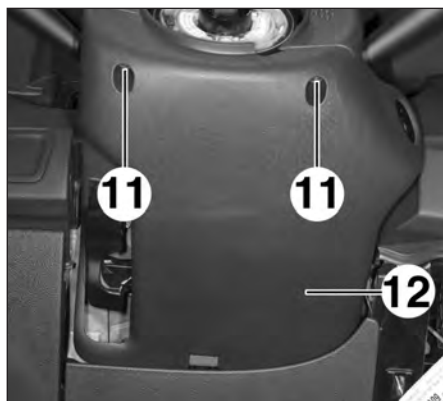
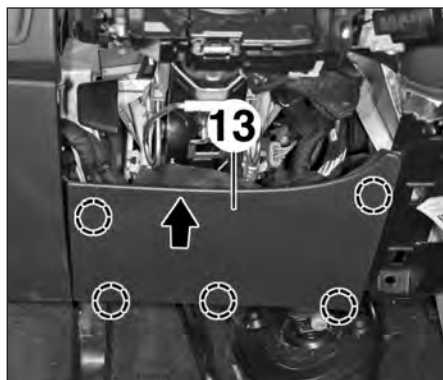

FIG.20
FIG.21
- les vis (11) de la garniture inférieure (12) de la colonne de direction (Fig.20),
- la garniture inférieure (12) de colonne de direction.
- la garniture inférieure (13) de la planche de bord dans le sens de la flèche (Fig.21),
- la garniture latérale (10),
- Dégrafer la garniture inférieure (13) de la planche de bord dans le sens de la flèche (Fig.21).